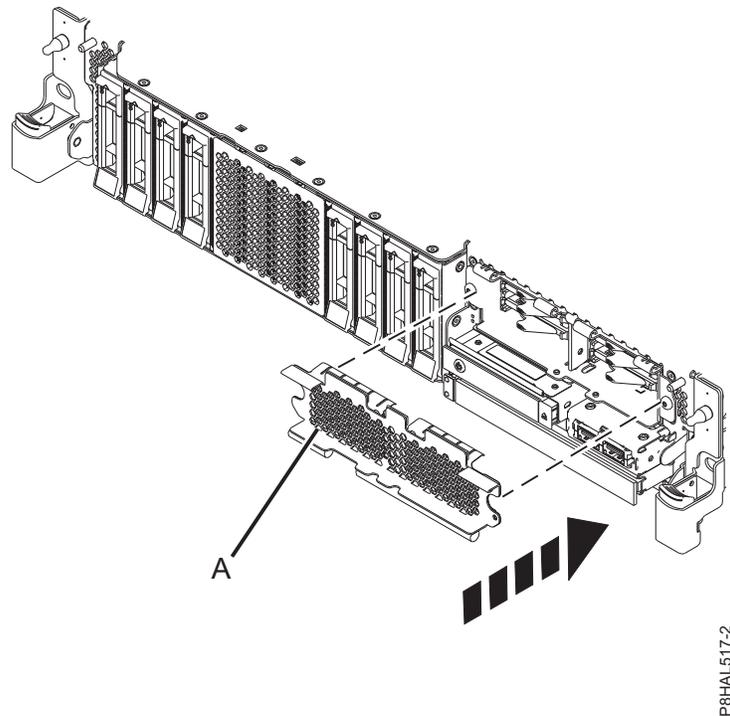

Figure 17. Installation du cache sur le compartiment SSD dans un système à fonction étendue
3. Si applicable, obstruez le compartiment SSD avec le cache perforé (**A**) comme illustré dans la figure 17 , à la page 21.